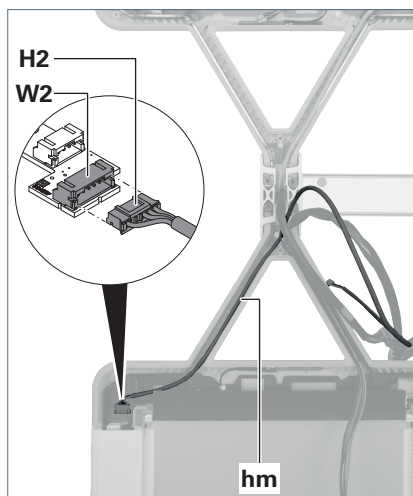

Fig. 17: Collegare la linea di comando .
5. Posare la linea di comando **hm** del set di trefoli nel braccio di supporto della testa dell'apparecchio 2, vedere Fig. 17.